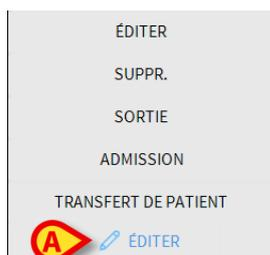

Fig 112
Un menu contenant différentes options s'ouvre (Fig 112).
Le bouton **Transfert de patient** (Fig 112 **A**) permet d'enregistrer le transfert d'un patient sélectionné à un autre lit ou autre destination.
Un menu déroulant contenant plusieurs options s'ouvre (Fig 112).
- Cliquez le bouton **Transfert de patient** (Fig 112 **A**)